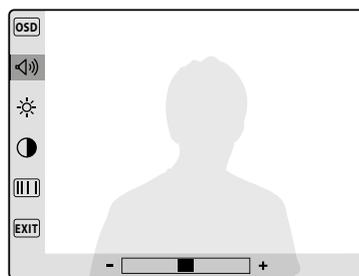

Fig. 18
- Activez le menu de réglage en appuyant sur le bouton  (**Fig. 18**).
- Le volume vocal (8 niveaux, **Fig. 18**) ;